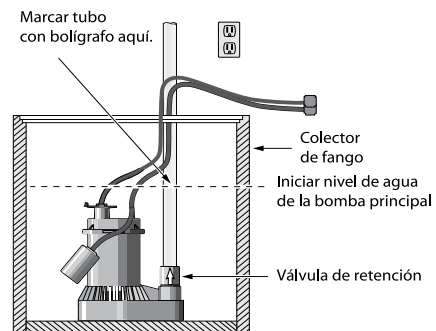

Figura 1: Marcar el tubo en el nivel de agua de 'inicio'
1. Busque el nivel más alto de agua en su colector de fango (el nivel de agua en donde empieza la bomba del sumidero existente (principal) - consulte la Figura 1). Corte la alimentación eléctrica a la bomba y marque este punto en el tubo de descarga con un lápiz o marcador.
3. Si el sumidero es muy pequeño para albergar las dos bombas en la base del sumidero, instale un soporte angular en el tubo de descarga de la bomba del sumidero principal con abrazaderas en acero inoxidable para mangueras. Monte la bomba de respaldo en el soporte angular. Consulte la Figura 1, "Separar descargas".
4. Corte un pedazo de tubo de PVC de 1-1/2" para alcanzar desde el codo de descarga de la bomba de respaldo hasta cerca de un (1) pie sobre el suelo del sótano. Este es el tubo de descarga inferior.